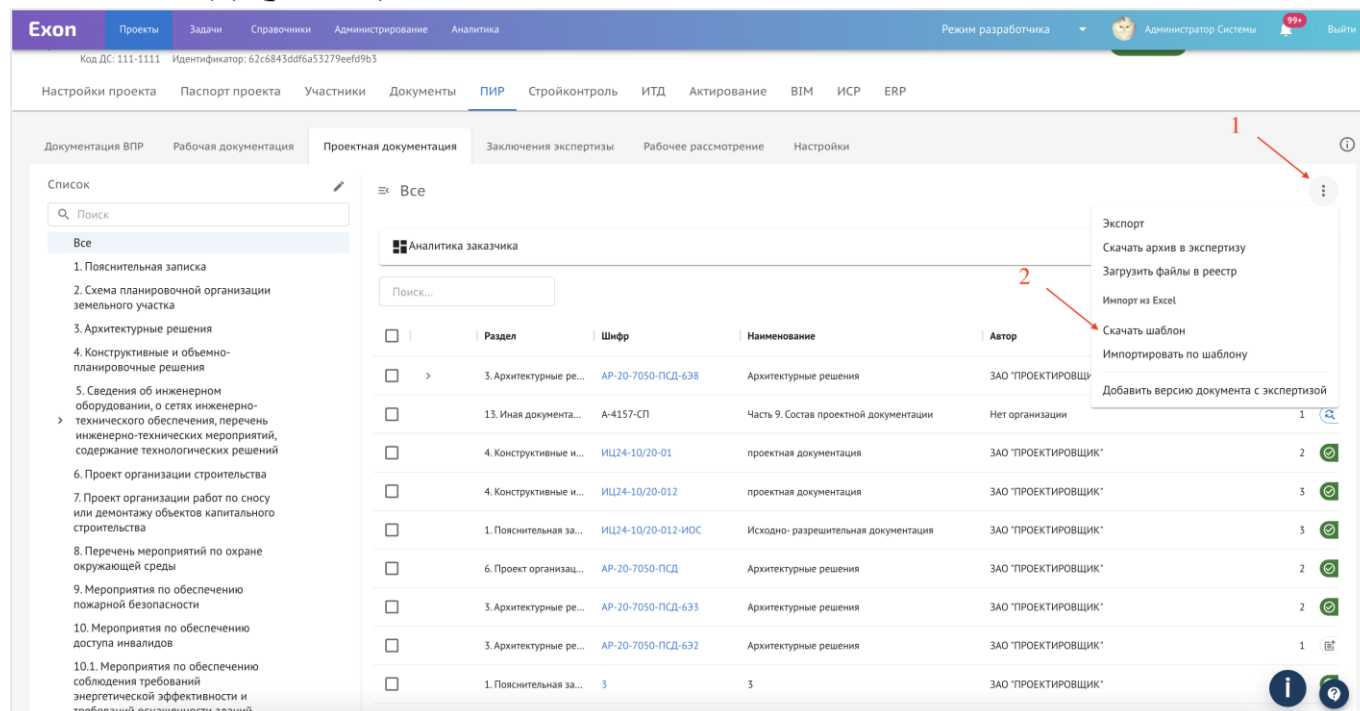

Рис. 62 - Скачивание шаблона массовой загрузки
6. Через три точки в правом верхнем углу (1) скачать шаблон для заполнения (2) (рис. 62);